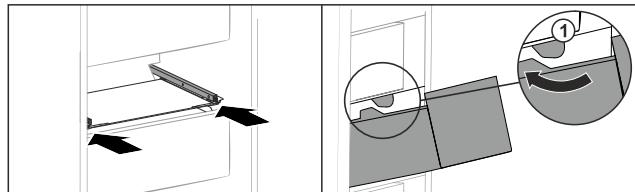

Fig. 146
- ▶ Обвести висувний ящик навколо стопора Fig. 146 (1).